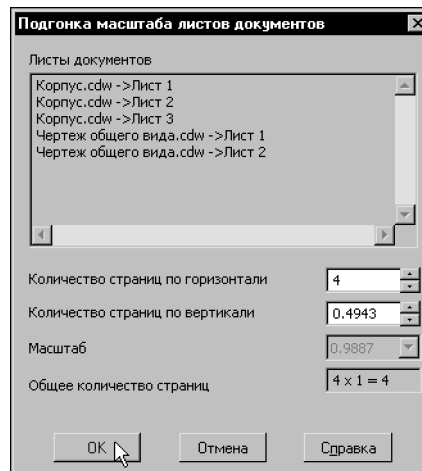

Рис. 85.5. Диалог подгонки масштаба листов документов
- После вызова этой команды на экране появляется диалог подгонки масштаба листов документов (рис. 85.5). Элементы управления этого диалога представлены в таблице 85.4.